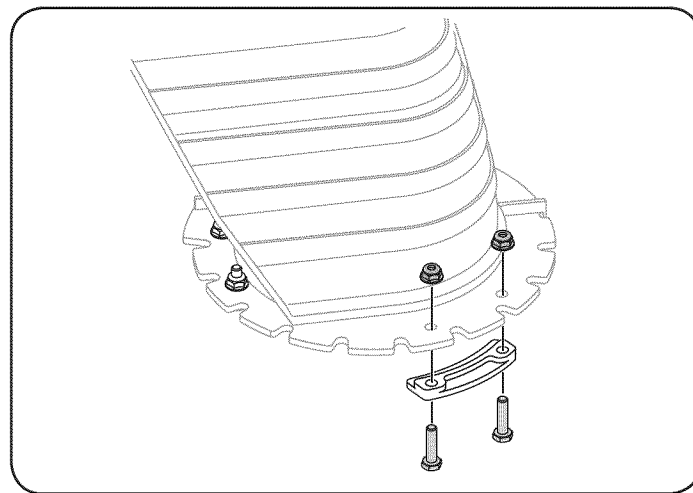

Figura 3
1. Retire las tuercas de bloqueo y uno de los tornillos que fijan la brida de mantenimiento de la tolva a la asamblea. Afloje los tornillos de los otros dos de mantenimiento de la brida. Véase la figura 3.